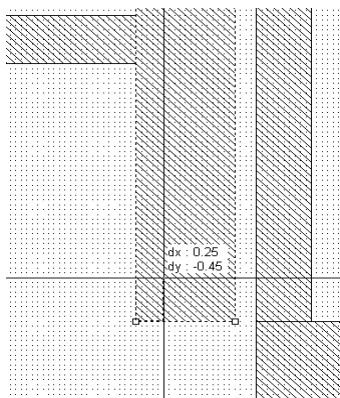

Рис. 3.185
10. Удалите предыдущую структуру **F5_7**, создайте копию оставшейся структуры **F5_7A** и переименуйте её в **F5_7**. Выделите входной и выходной проводники, нажав клавишу **Shift** и щёлкая по ним мышкой. Сдвиньте эти проводники вниз на **0.05**. Выделите первый резонатор, щёлкнув по нему мышкой. Щёлкните по значку **Notch Conductor** (Выемка проводника), установите курсор на нижний левый угол проводника, нажмите левую кнопку мышки, переместите курсор на **0.45** вверх и на **0.25** вправо (рис. 3.185), отпустите кнопку. Аналогично сделайте выемку на последнем резонаторе со стороны выхода. Выделите второй резонатор. Щёлкните по значку **Notch Conductor**. Установите курсор на верхней стороне этого резонатора на расстоянии **0.15** мм от левой стороны резонатора, нажмите левую кнопку мышки, переместите курсор на **0.1** вниз и на **0.2** вправо.